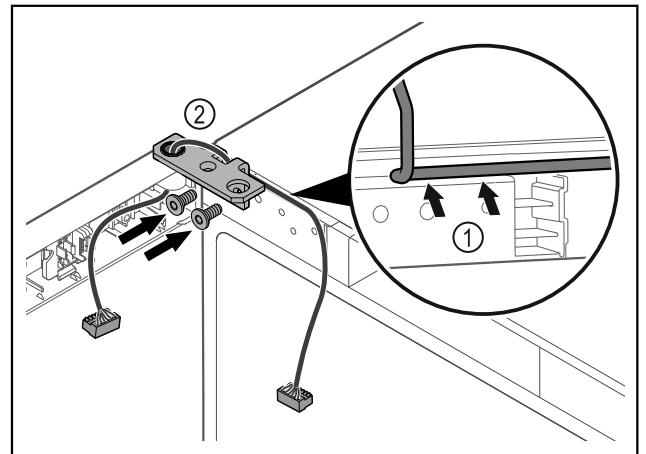

Fig. 42
- ▶ Dirijați cablul prin degajarea colțarului balamalei și dispuneți-l cu precauție Fig. 42 (1).
- ▶ Înșurubați Fig. 42 (2) colțarul balamalei.